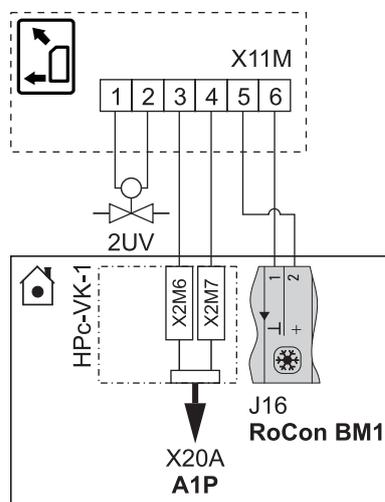

Fig. 4-41 Conexión ROTEX HP convector al ROTEX HPSU compact
- Conexión eléctrica del ROTEX HP convector con el siguiente accesorio según fig. 4-41 como contacto inversor (calefacción/refrigeración) en el módulo básico.